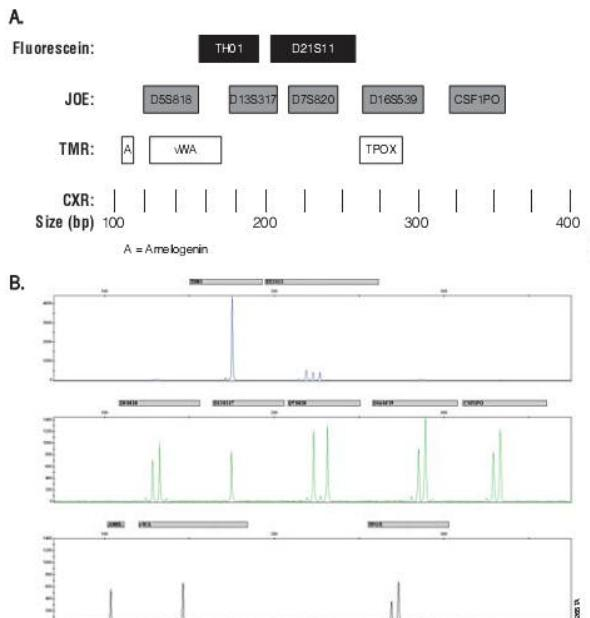

图 1 . A: Cell ID™ 系统的等位基因大小范围。使用 Cell ID™ 系统扩增 STR 片段，使用不同的染料进行标记，通过毛细管电泳进行片段大小分离。每个样本中都有一个标准品以确定被检样本的大小。JOE 标记的位点为灰色。Fluorescein 标记的位点为白色。CXR 标记的内标 600 片段为黑色。
TaqMan OpenArray 基因分型系统为中等密度的基因分型提供了最高的样品通量。一天可运行 32 块 TaqMan OpenArray 基因分型平板，提供 98304 个基因分型结果。无需自动化机器人的协助，该系统能在数万个样品中进行多达 256 个 SNP 筛选。图 1 显示了 TaqMan OpenArray 基因分型系统与 Applied Biosystems 7900HT 快速定量 PCR 系统的聚类坐标图是相似的。
图 1. TaqMan® OpenArray™ 基因分型系统与美国应用生物系统公司实时定量 PCR 系统之间相似的聚类坐标图。将 Applied Biosystems 7900HT 快速定量 PCR 系统 (A、C 组) 和 TaqMan OpenArray 基因分型系统 (B、D 组) 产生的等位基因鉴定聚类图进行了配对比较。作为整体性能评估的一部分，用卡瑞尔医疗研究所的 46 个基因组 DNA 样品进行了 896 个 TaqMan SNP 基因分型分析。研究中还包括了两个无模板对照 (NTC)。在实验中选取了 8 个具有代表性的分析，它们的聚类坐标图显示了减去 NTC 信号比例后相似的 Rn (Normalized Reporter)，聚类分离和检出率。比较研究产生的基因型有着 99.7% 的相似性。
图 1. 改进\*的热循环条件和 BigDye XTerminator 纯化试剂盒纯化让细菌人工染色体 BAC DNA 测序生成了高质量的序列数据。BAC DNA 用 BigDye Terminator v3.1 循环测序试剂盒的改进步骤进行测序。Sephadex (A 组) 或 BigDye XTerminator 纯化试剂盒 (B 组) 分别用于测序反应的纯化。蓝色的条代表相应碱基的 QV\*\* 值。(数据来自瑞士苏黎世大学分子生物学研究所 E Escher)。\*\*质量数值 (QV) 是确定测序数据质量的既定参数。QV>20，一般认为可以接受，说明该碱基被误读的可能性不高于 1%。